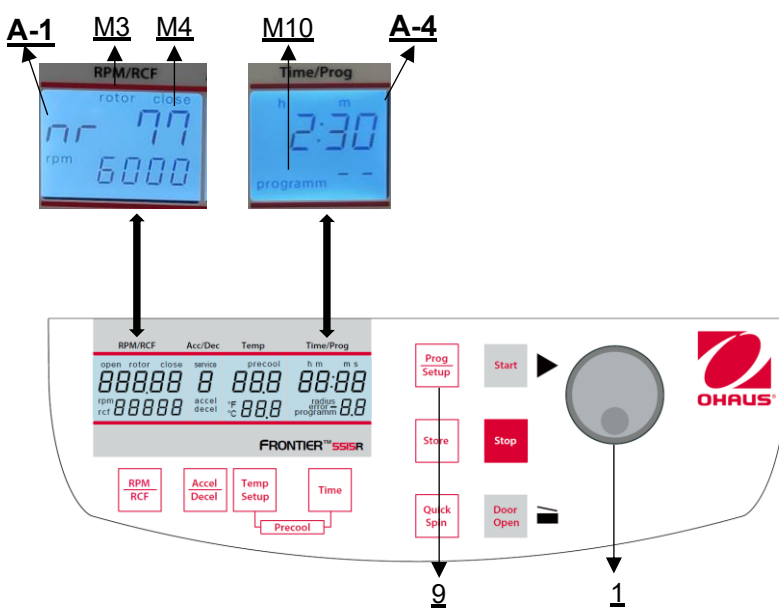

Figura 25
Para recuperar los programas almacenados, pulse la tecla **"Prog/Setup"** (9) (véase la figura 25) con la tapa ya cerrada. En la pantalla **"Time/Prog"** (A-4) aparece **"program--"** (M10). El número de programa deseado puede preseleccionarse con el botón de ajuste (1).
Para salir del modo de programación basta con pulsar la tecla **"Prog/Setup"** (9) (véase la figura 25). A continuación, en la pantalla